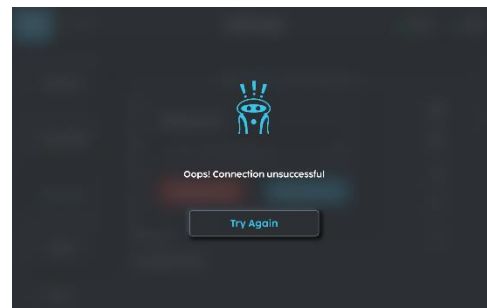

Fig. 7
3. Si l'écran affiche un échec de connexion (Fig 7), vérifiez votre configuration et vos paramètres réseau et réessayez. Sinon, contactez votre administrateur réseau.